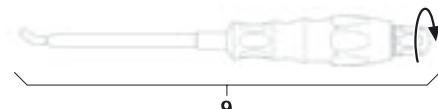

Fig. 13
- Montage de l'instrument de pose de tige 9, voir Fig. 13.